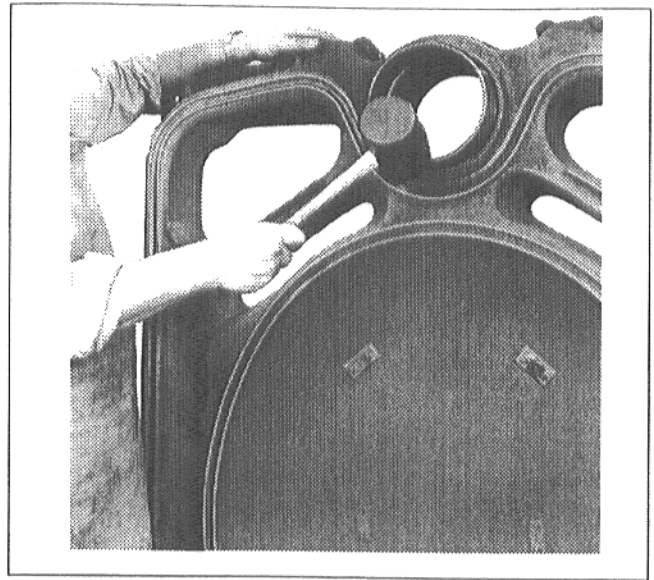

Abb. 13
- Nippel (Gr. 181/70) gerade in die obere und untere Nabe des Hintergliedes einsetzen und mit leichten Hammerschlägen (Holz- oder Hartgummihammer) über Kreuz einschlagen (Abb. 13).